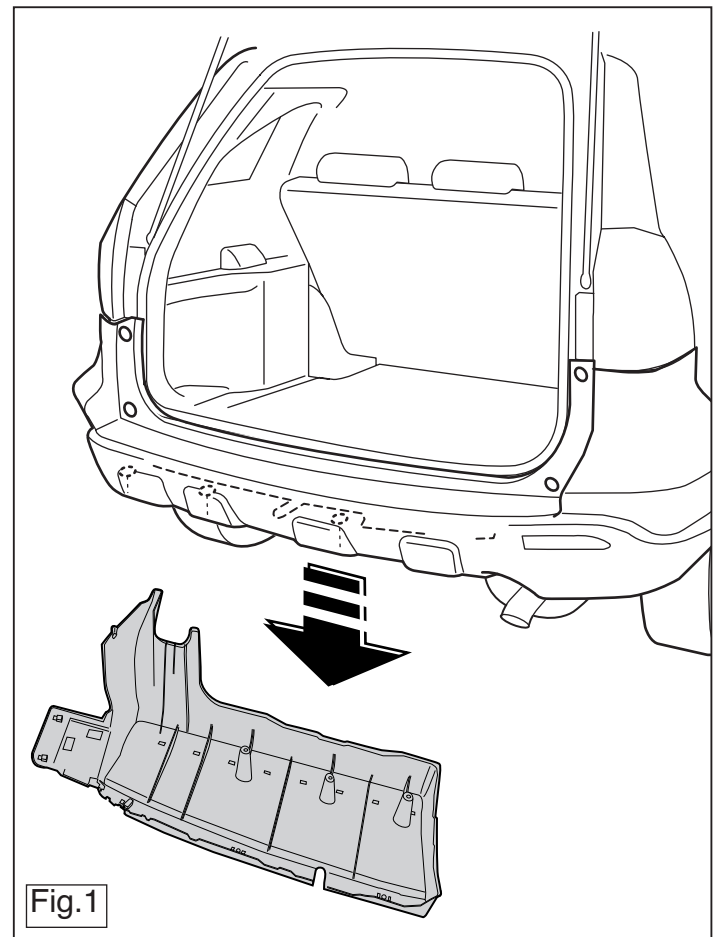

Fig. 1
1. Démontez le cache de protection en plastique. Voir la figure 1.
1. Die Kunststoffschutzkappe abmontieren. Siehe Abbildung 1.
1. Demonter kunststofbeskyttelseskapperne. Se fig. 1.
1. Снять пластмассовые защитные колпачки. См. рисунок 1.